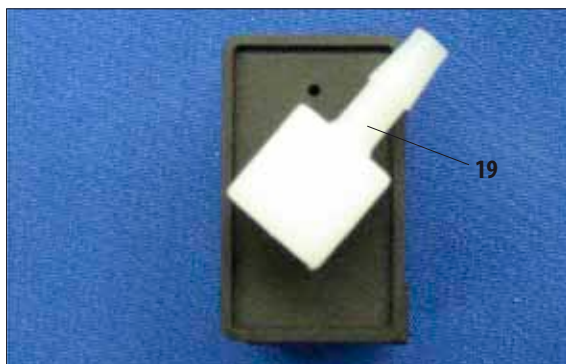

Рис. 28
Если две станции промывки должны быть расположены рядом друг с другом, разъём (19) левой станции следует позиционировать так, как это показано на рис. 28.